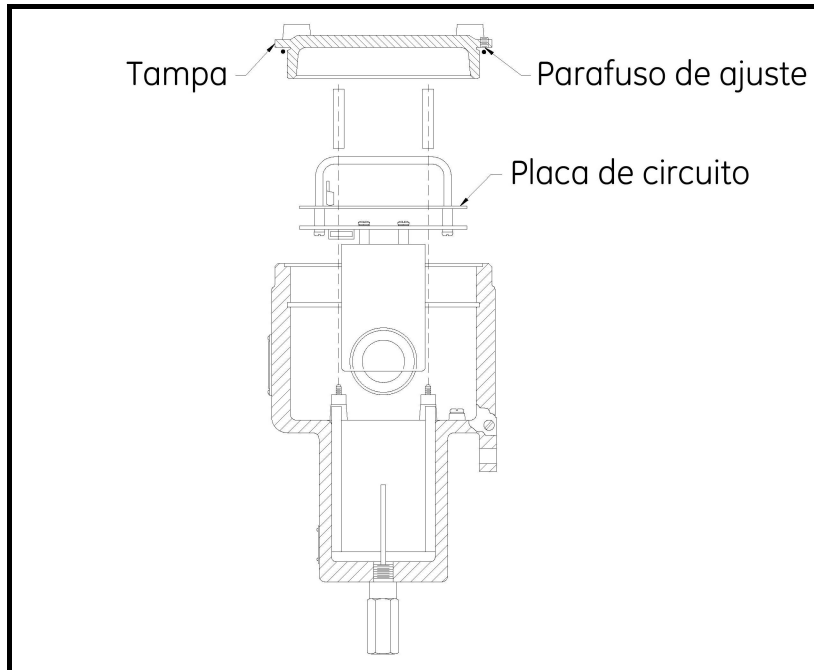
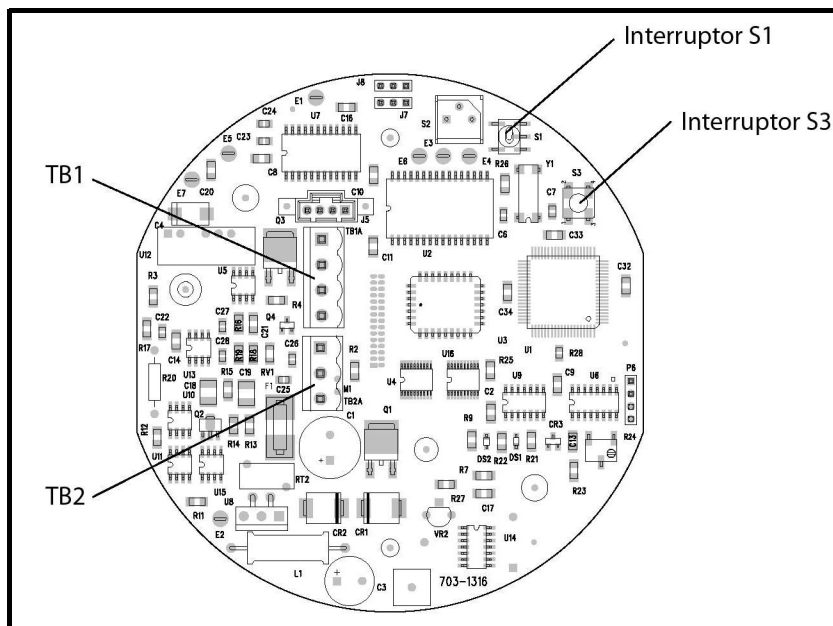

Figura 10: Tapa do XMO2, Parafuso de Ajuste e PCB
Figura 11: Interruptores da Calibração do PCB
Para preparar o XMO2 para uma calibragem de campo, consulte *Figura 10 na página 25* e desempenhe as seguintes etapas preliminares:
3. Consulte *Figura 11 na página 25* e localize os seguintes itens:
**Nota:** *O PCB digital do XMO2 (consulte Figura 11 abaixo) está localizado diretamente abaixo da tampa (consulte Figura 10 acima).*
3. Usando *Figura 11 na página 25* como um guia, localize o *Botão de pressão da Calibragem* (Interruptor S3). Pressione o *Botão de pressão da Calibragem* e mantenha pressionado por 20 segundos. Durante este momento, a luz verde abaixo do *Botão de pressão da Calibragem* vai apagar.
2. Usando *Figura 11 na página 25* como um guia, localize o *Seletor de Amplitude/Zero* (Interruptor S1). Defina o *Seletor de Amplitude/Zero* (Interruptor S1) para a posição "1" ("Zero").
2. Usando *Figura 11 na página 25* como um guia, localize o *Seletor de Amplitude/Zero* (Interruptor S1). Defina o *Seletor de Amplitude/Zero* (Interruptor S1) para a posição "3" ("Amplitude").
Para preparar para um método de calibragem, consulte *Figura 10 na página 25* e desempenhe as seguintes etapas preliminares: